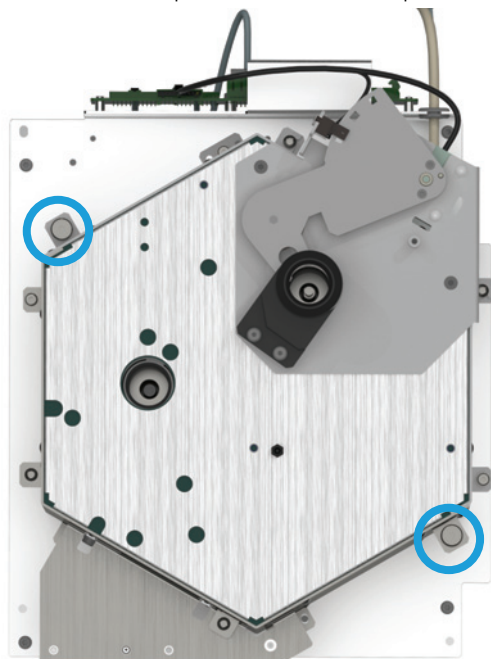

Figura 13. Afrouxe os parafusos de aperto manual o conjunto do topo do forno
- b Afrouxe completamente os dois parafusos Torx T-20 de aperto manual (**Figura 13**).